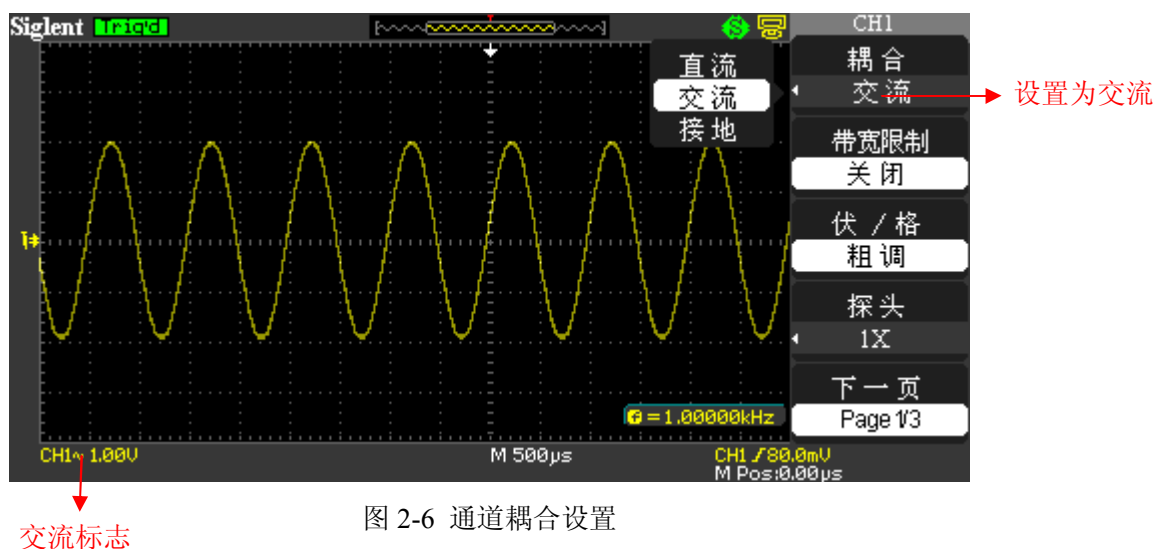

图 2-6 通道耦合设置
- 按【CH1】选择【耦合】为【交流】，设置耦合方式为交流耦合，被测信号的直流分量被阻隔。如图 2-6 所示：